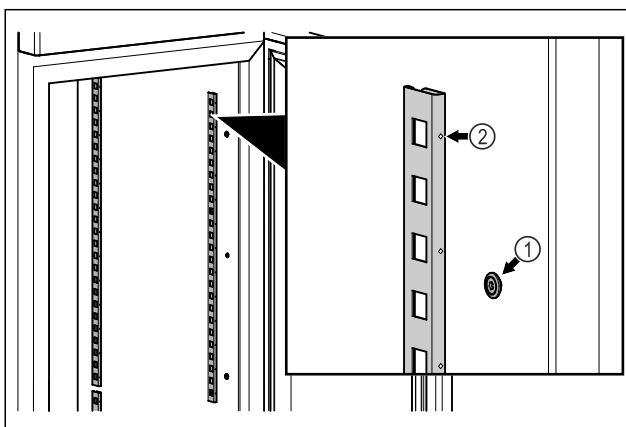

Fig. 58 Representación a modo de ejemplo
- Enganchar las tiras de retención en la suspensión Fig. 58 (1). La marca Fig. 58 (2) debe apuntar hacia delante.